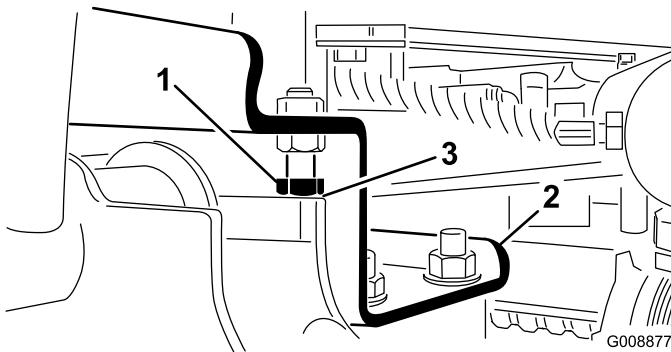

Figura 9
- A. Afloje los pernos de tope (Figura 9).
2. Compruebe que la holgura entre cada brazo de elevación y el perno de tope es de 0,13–1,02 mm (Figura 9). Si la holgura no está en este intervalo, ajuste los pernos de tope para obtener la holgura necesaria.